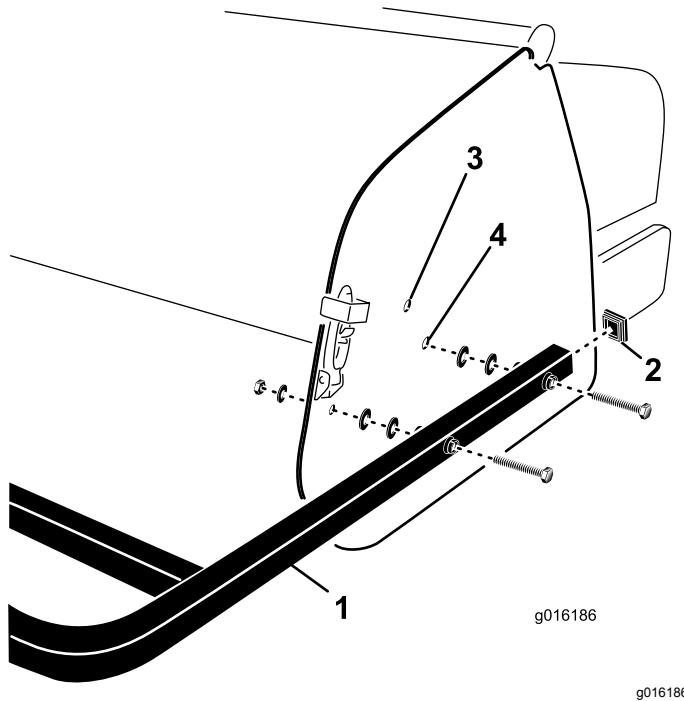

Bild 32
1. Stecken Sie die Endkappen auf die hinteren Schutzvorrichtungsrohre (Bild 32).
2. Fluchten Sie die Löcher in den Befestigungsrohren der hinteren Schutzvorrichtung mit den Löchern in der Seitenplatte des Aerifizierers aus (Bild 32).
3. Befestigen Sie die Befestigungsrohre für die Schutzvorrichtung mit vier Schrauben, Flachscheiben und Muttern an den Seitenplatten (Bild 32).